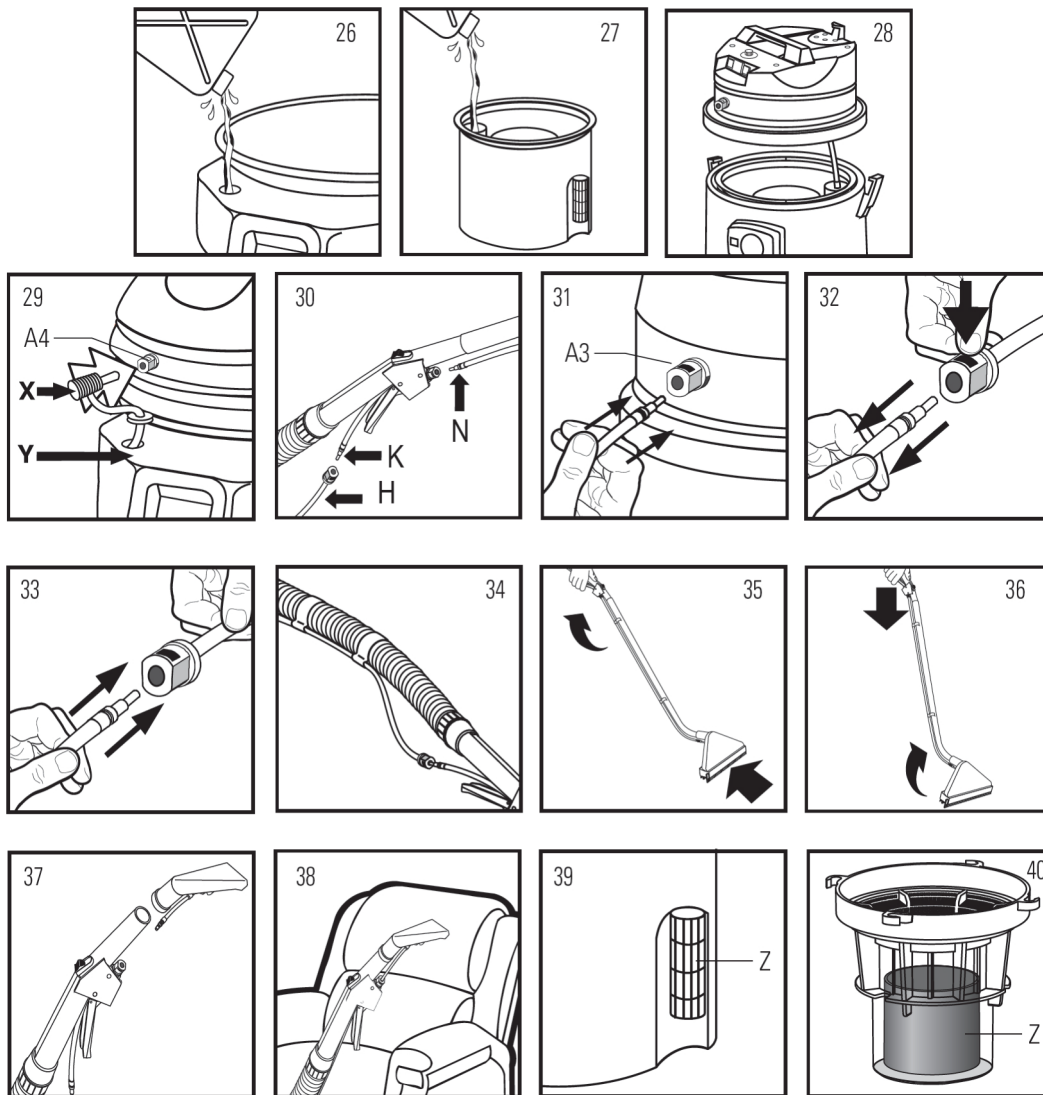
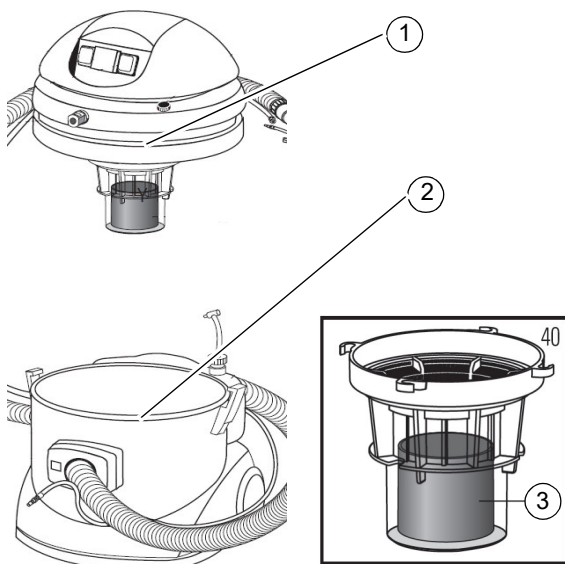

Abb. 7: Waschen mit dem Injektionssaugsystem
Abb. 8: Dichtungen
- Das Gerät am Stromnetz anschließen und den Saugmotor durch Betätigung des roten Schalters einschalten (Bild 7)
- Die Saugleistung können Sie durch drehen das Potentiometer 6 regulieren (wenn verfügbar) (Bild 8)
- Das Gerät am Stromnetz anschließen und den Saugmotor durch Betätigung des roten Schalters einschalten (Bild 7); Die Saugleistung können Sie durch drehen des Potentiometers regulieren (Bild 8).
- Das Gerät am Stromnetz anschließen und den Saugmotor durch Betätigung des roten Schalters 4 einschalten (Bild 7)
- Die Saugleistung können Sie durch drehen das Potentiometer regulieren (wenn verfügbar) (Bild 8)
- Die Pumpe wird durch den grünen Schalter 2 angeschaltet (1 Minute ON/ 1 Minute OFF) und der Motor mit dem roten Schalter 4 (Bild 7)- Die Saugleistung können Sie durch drehen des Knopfes regulieren (wenn verfügbar) (Bild 8)
Den Schwimmer (Pos. 11, Abb. 3) regelmäßig reinigen, der im Behälter mit Flüssigkeitsventil (Bild 39, Abb. 7) oder im Schaumverhüterkorb (Pos. 3, Abb. 8) liegt, so dass er in seinem Gehäuse leicht laufen kann.